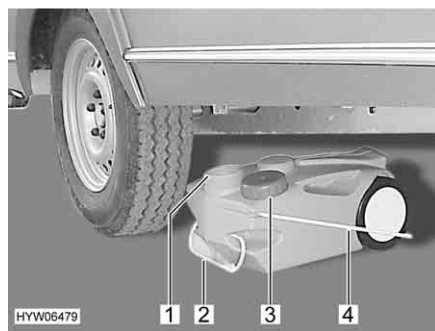

Fig. 152 Serbatoio delle acque grigie, mobile
- Chiudere l'apertura del serbatoio delle acque grigie (Fig. 152,1) con il coperchio (Fig. 152,3).
- Sfilare il serbatoio delle acque grigie tramite la maniglia (Fig. 152,2).
- Sollevare verso l'alto la maniglia da asporto (Fig. 152,4) e posizionare verticalmente il serbatoio delle acque grigie.